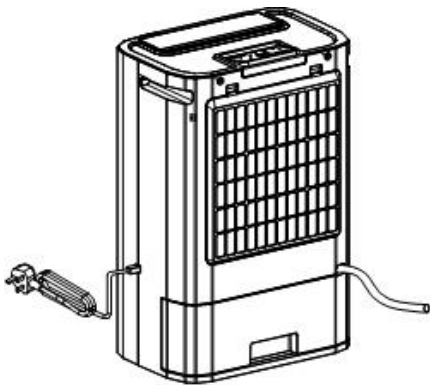

Fig. 1
- 3.5. Ora spingete di nuovo il serbatoio dell'acqua nella sua posizione normale. Assicuratevi che il tubo flessibile passi attraverso la piccola apertura prevista per esso sulla destra sopra il serbatoio di condensazione e che tutto sia ben posizionato e che l'acqua non possa fuoriuscire dai collegamenti (vedi Fig. 1).